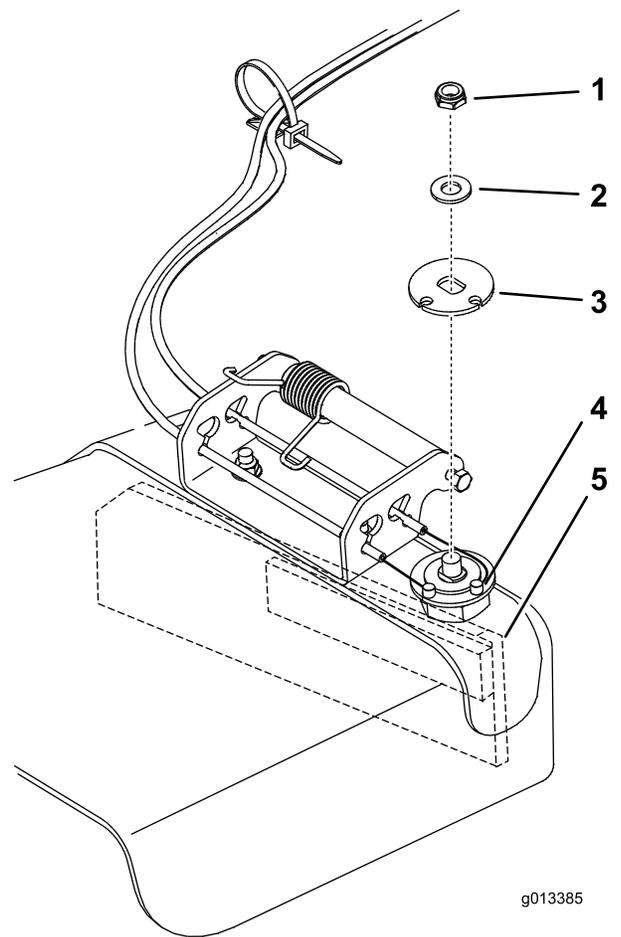

Figure 13
12. Montez les embouts cylindriques dans la plaque inférieure des câbles et fixez-les avec la plaque supérieure, une rondelle et un contre-écrou (Figure 13)